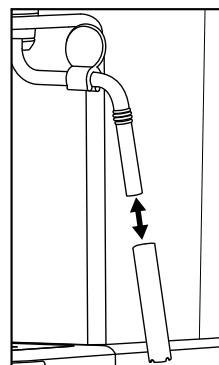

Figura 4
- 1) Collocare un contenitore vuoto sotto il montalatte ⑩.
- 2) Portare il regolatore di vapore ⑦ direttamente dopo l'uso su "+" e fare uscire del vapore per qualche secondo.
- 3) Chiudere il regolatore di vapore ⑦ (ruotare fino all'arresto in direzione "-"), spegnere l'apparecchio e tirare la spina.
- 5) Sfilare l'involucro del montalatte ⑩ (Figura 4) e pulirlo accuratamente in acqua calda.
- 7) Far scorrere nuovamente l'involucro sull'ugello (Figura 4).